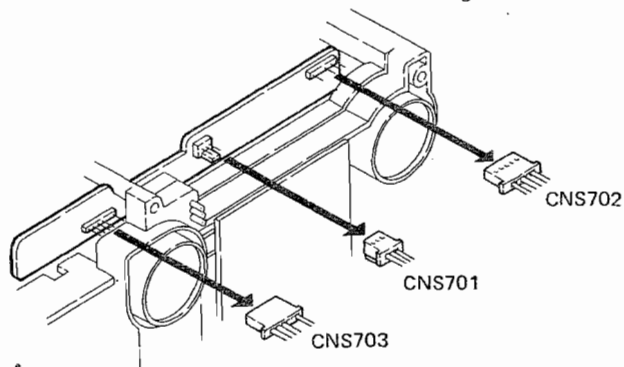

Figure 9-1
1. Remove three sockets at the mechanism P.W.B., two sockets at the record/playback P.W.B. and one socket at the bias current P.W.B. See Fig. 9-1 and 9-2.
1. Retirer les trois douilles situées sur la plaquette de montage imprimé du mécanisme, les deux douilles sur la plaquette de montage imprimé d'enregistrement/lecture, et une douille sur la plaquette de montage imprimé du courant de polarisation. Voir les Figures 9-1 et 9-2.